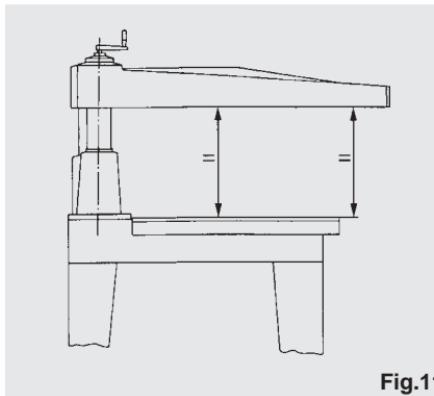

Fig.11
- 2) Vinkeljernene skal både være parallelle og have den samme afstand til armen. I denne forbindelse kan man udnytte armens bevægelighed så man kan udføre målingerne med armen placeret over det pågældende vinkeljern (se fig. 11 og 12). Når man løsner boltene i vinkeljernene for at justere dem,